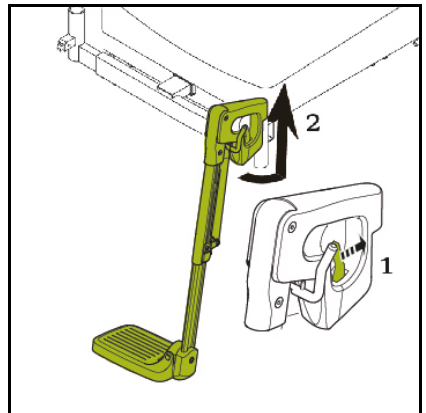

Figure 6.2
7. Faire si possible pivoter sur le côté les repose-jambes (fig. 6.2).